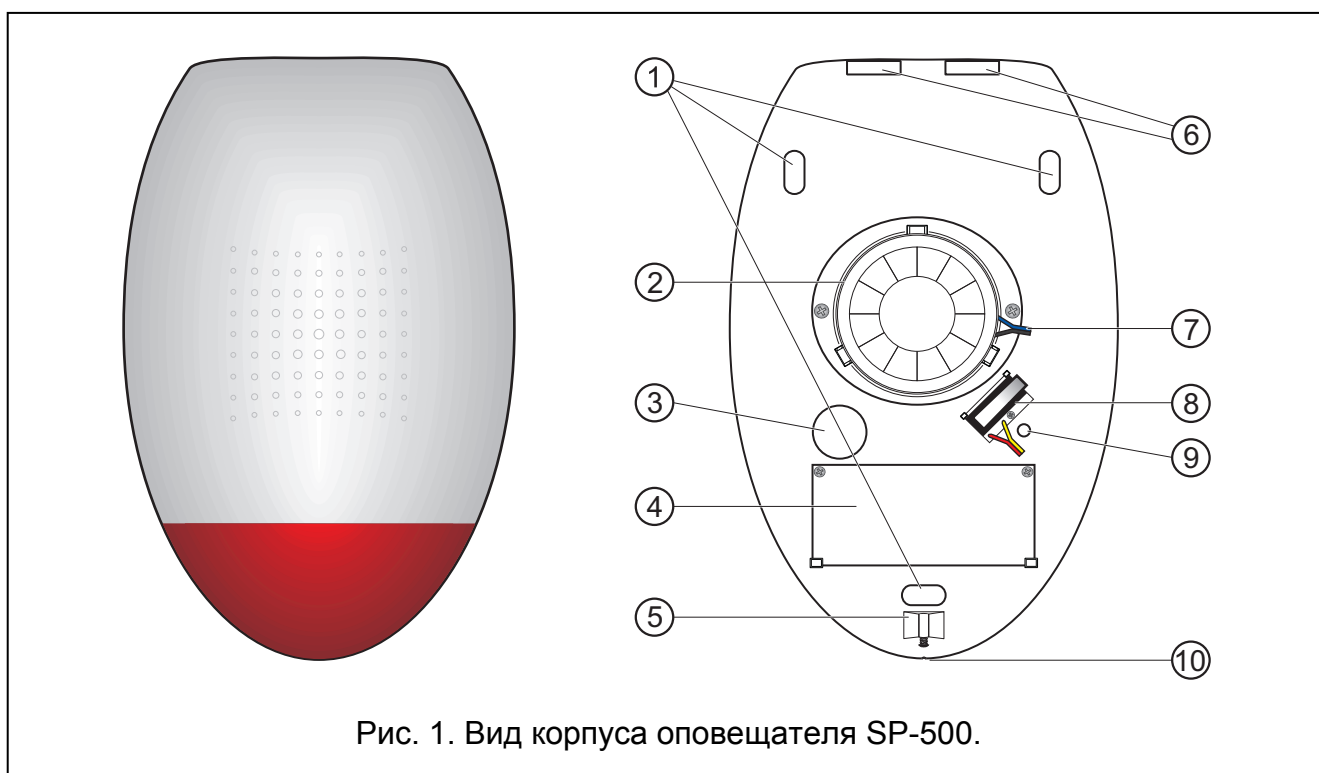

Рис. 1. Вид корпуса оповещателя SP-500.
- 4 – плата электроники (см.: рис. 1)